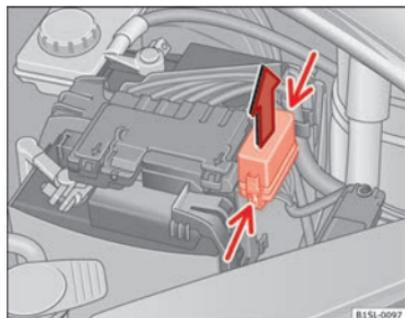

Fig. 150 Nel vano motore: coperchio della scatola dei fusibili.
- Premere le linguette di blocco nella direzione indicata dalla freccia (freccia fine), per sbloccare il coperchio della scatola dei fusibili ⇒ fig. 150.